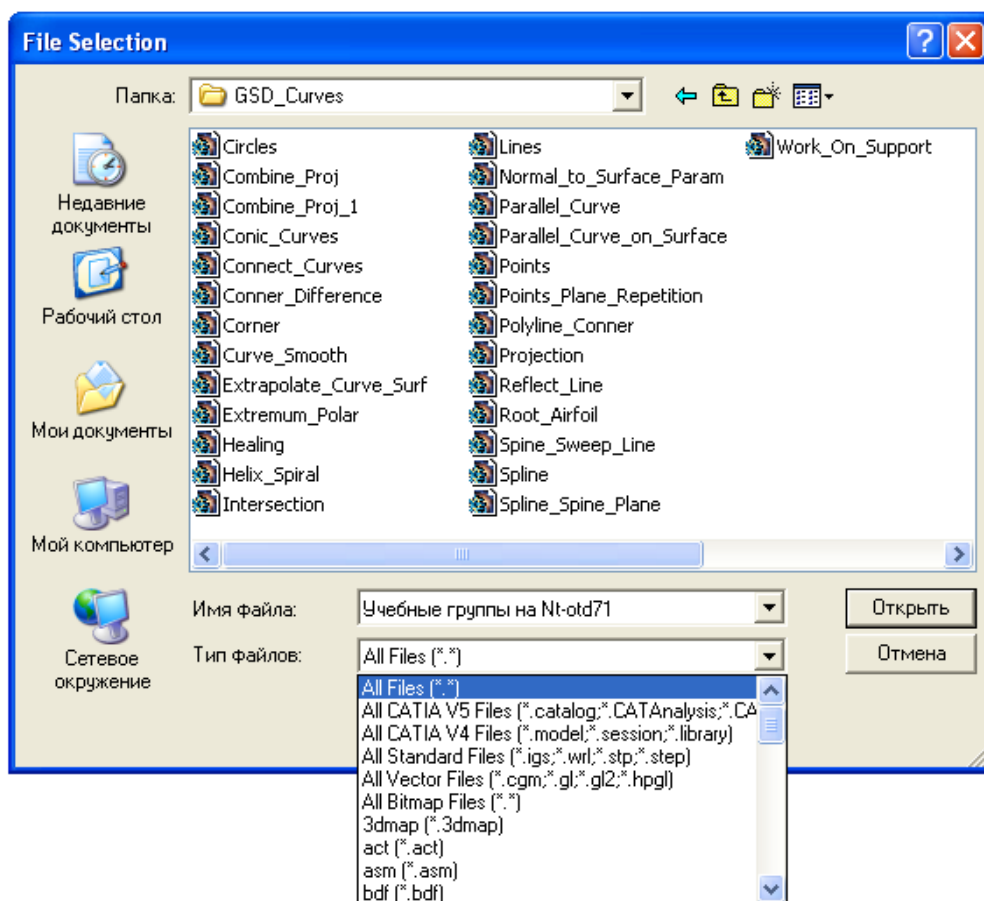

Рис. 20
- В діалоговому вікні натиснути на списку "Тип файлів:" (Рис. 20).